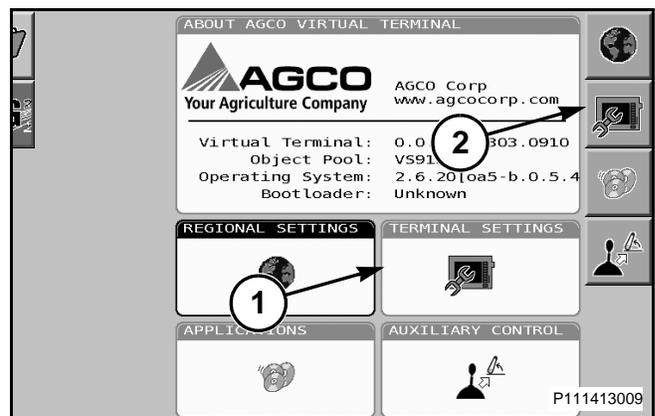

FIG. 81
FIG. 81: Para seleccionar fecha, hora e idioma desplácese hasta la casilla de fecha, hora e idioma (1) para resaltarla. Presione el botón de la rueda de selección para seleccionarlo o presione la tecla rígida situada junto al icono de fecha, hora e idioma (2).